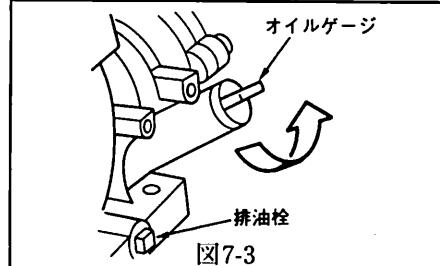
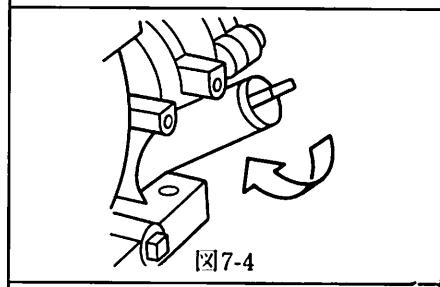

図7-3
図7-4
- ①オイルゲージを外します。（図7-3参照）
- ②排油栓を外し、オイルを抜きます。
- ③排油栓をスパナで固く締付けます。
- ④新しいエンジンオイル5W-20、または10W-30を（容量1.2ℓ）注入してください。
- ⑤オイルゲージを時計方向に確実にねじ込んでください。（図7-4参照）